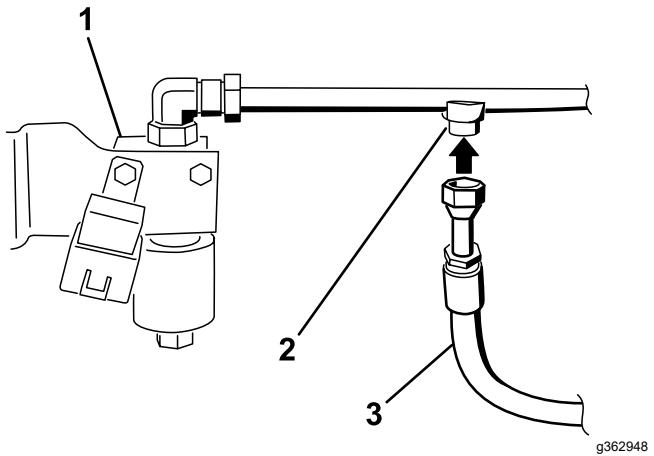

Figura 28
8. Instale la manguera hidráulica con los acoplamientos en el tubo hidráulico número 2, tal y como se muestra en la Figura 28.